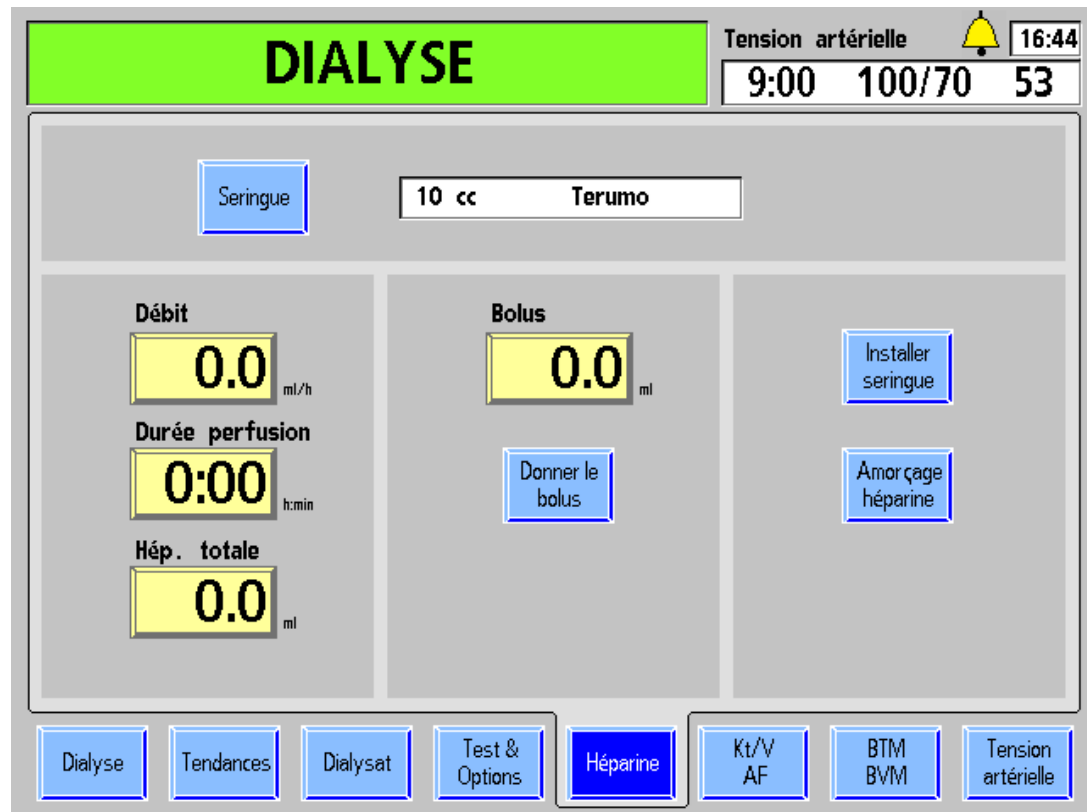

Figure 50 – Écran « Héparine »
12. À l'écran « Héparine », programmez les paramètres relatifs au débit, à la durée de perfusion et au bolus de la manière décrite dans la Figure 50 – Écran « Héparine », à la page 121.